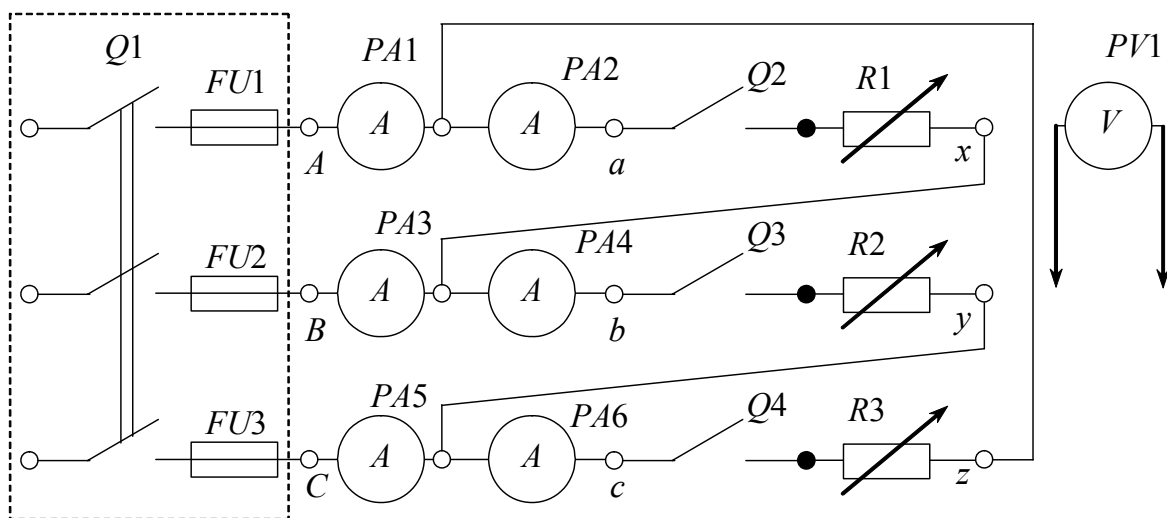

Рис. 37. Схема электрической цепи лабораторной установки трехфазной цепи с активной нагрузкой по схеме треугольник
1. Соберите трехфазную цепь, подключив активную нагрузку по схеме треугольник (рис. 37). После проверки схемы преподавателем установите симметричную нагрузку фаз и включите стенд. Изменяя нагрузку в одной из фаз, снимите показания приборов и запишите их в табл. 15.